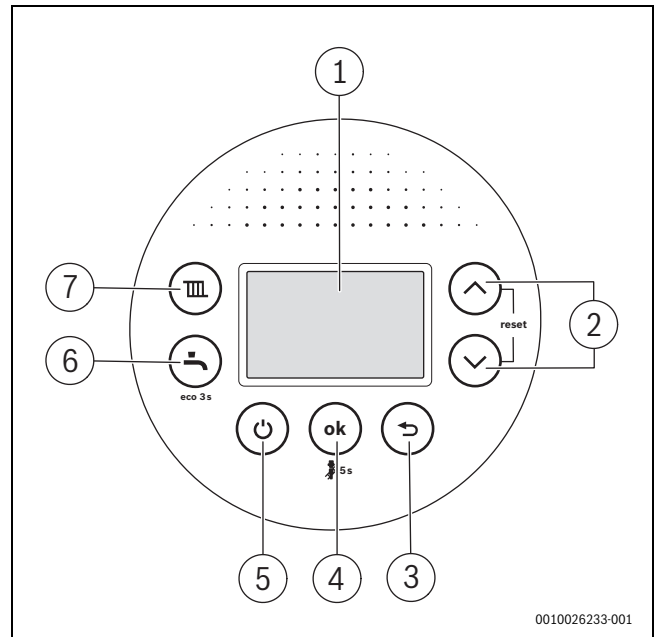

Fig. 4 Privire de ansamblu asupra panoului de comandă
- ▶ În regimul normal de operare, porniți/opriți aparatul cu tasta  (→ Fig. 4, [5]).